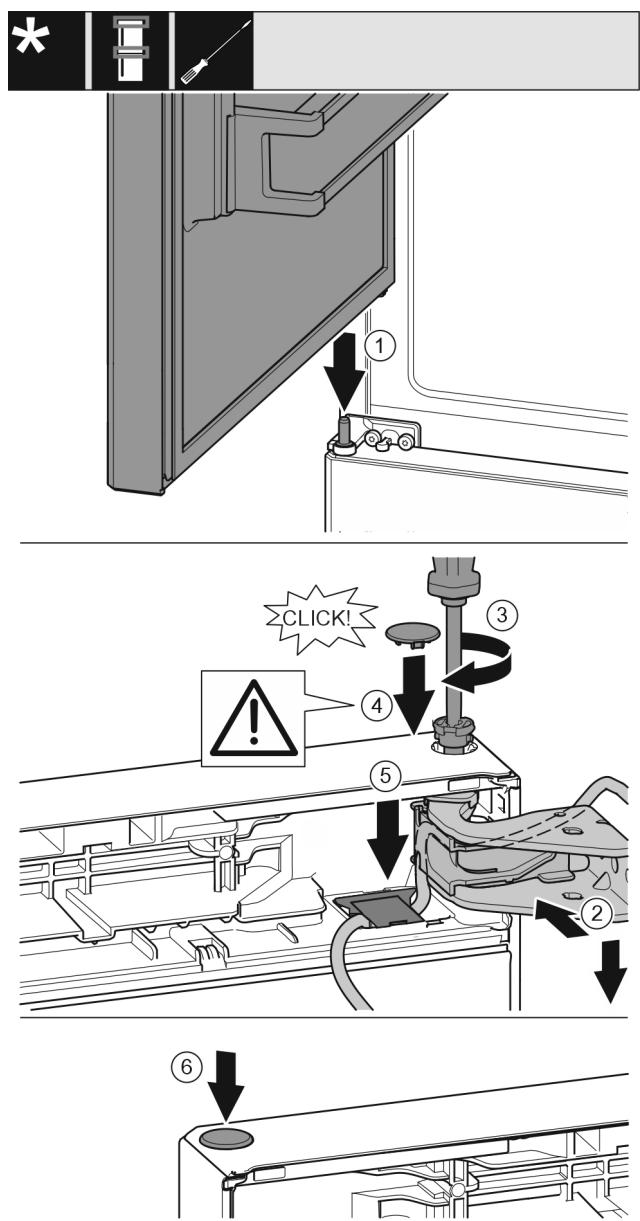

Fig. 40
- Obere Tür auf mittleren Lagerbolzen setzen Fig. 40 (1)
- Tür oben zur Öffnung im Lagerbock ausrichten. Fig. 40 (2)
- Bolzen einsetzen und mit Schraubendreher T15 fest-schrauben. Fig. 40 (3)
- Sicherungsabdeckung zur Sicherung der Tür montieren: Sicherungsabdeckung einsetzen und kontrollieren ob sie auf der Tür aufliegt. Ansonsten Bolzen vollständig einsetzen. Fig. 40 (4)
- Abdeckung einsetzen und nach unten drücken bis sie einrastet. Fig. 40 (5)
- Stopfen einsetzen. Fig. 40 (6)